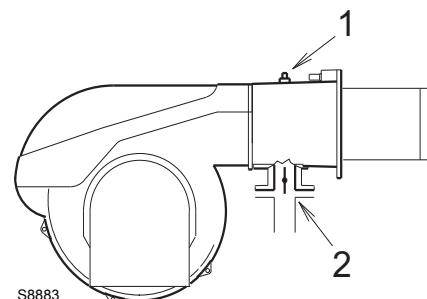

图 23
压力测试点 1) ( 图 23 ) 处所需压力。
测试点 1) ( 图 23 ) 处的燃气压力，此时：
燃气蝶阀 2) ( 图 23 ) 在最大开度 90° 时的压力损失。
- 将测试点 1) ( 图 23 ) 处测得的燃气压力减去炉膛背压。
测试点 1) ( 图 23 ) 处的燃气压力 = 11.0 mbar
为了计算压力测试点 1) ( 图 23 ) 处的燃气压力，将燃烧器设定为最大出力运行：
- 读出右边栏 1 中压力测试点 1) ( 图 23 ) 处的压力值。